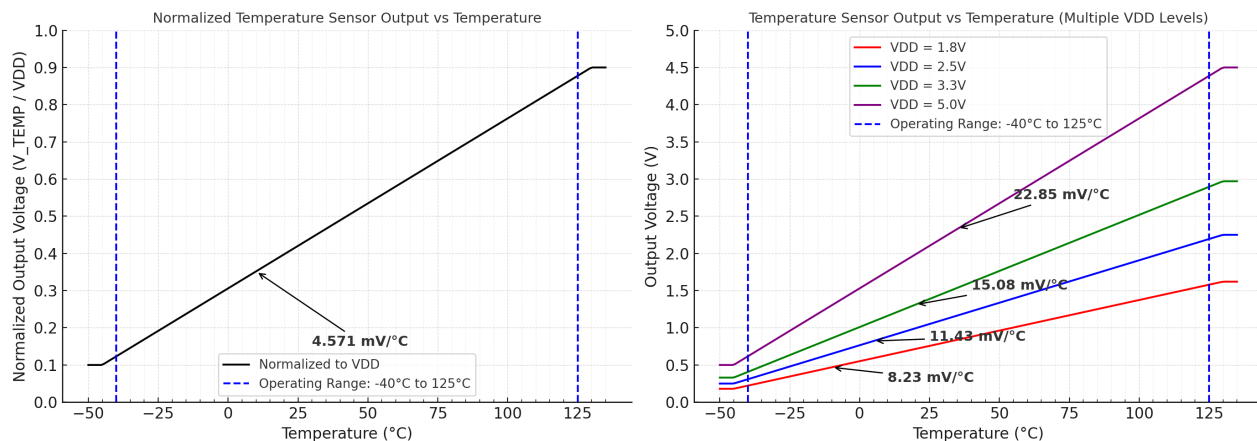
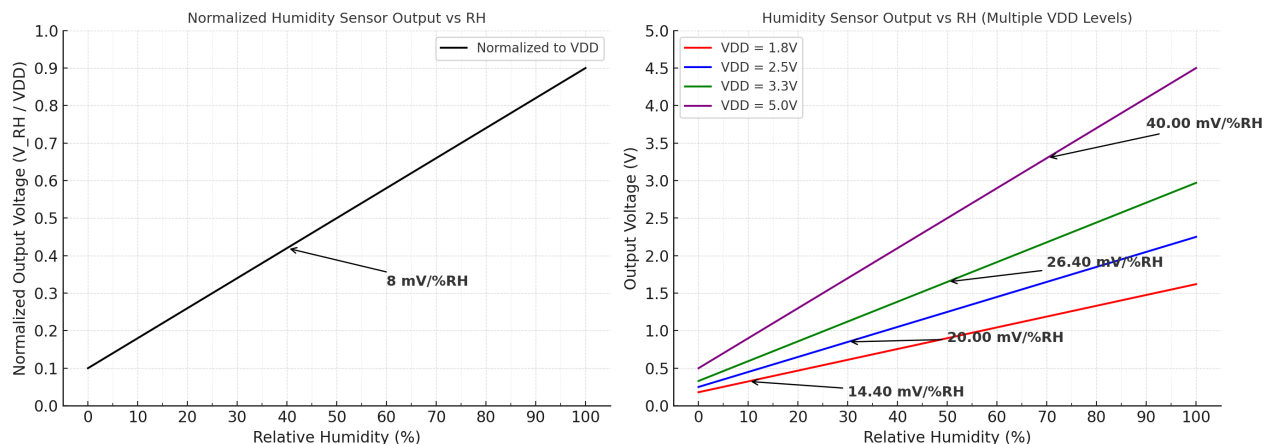

图 2-4. HDC3120 温度输出曲线
图 2-5. HDC3120 %RH 输出曲线
HDC3120 的温度 (TEMP) 和相对湿度 (RH) 输出可通过 3 针位端子块或可选的 SMA 连接器获得。这些输出以比率模拟电压的形式表示，意味着输出会按比例随电源电压 (VDD) 变化。即使存在电源波动，该设计也能提供一致的测量结果。图 2-4 显示了基于器件电源电压的 HDC3120 温度输出曲线。图 2-5 显示了相对湿度输出曲线的相应变化情况。